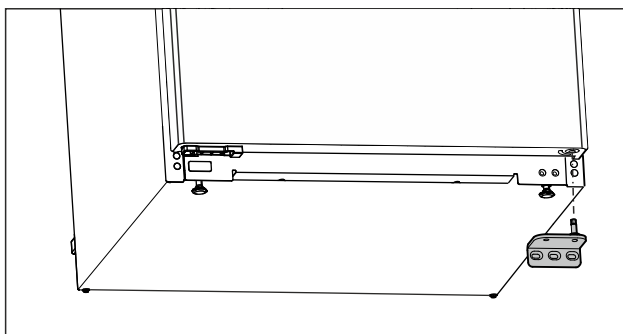

Fig. 16
- ▶ Odoberte ložiskovú konzolu smerom nadol. (pozri Fig. 16)